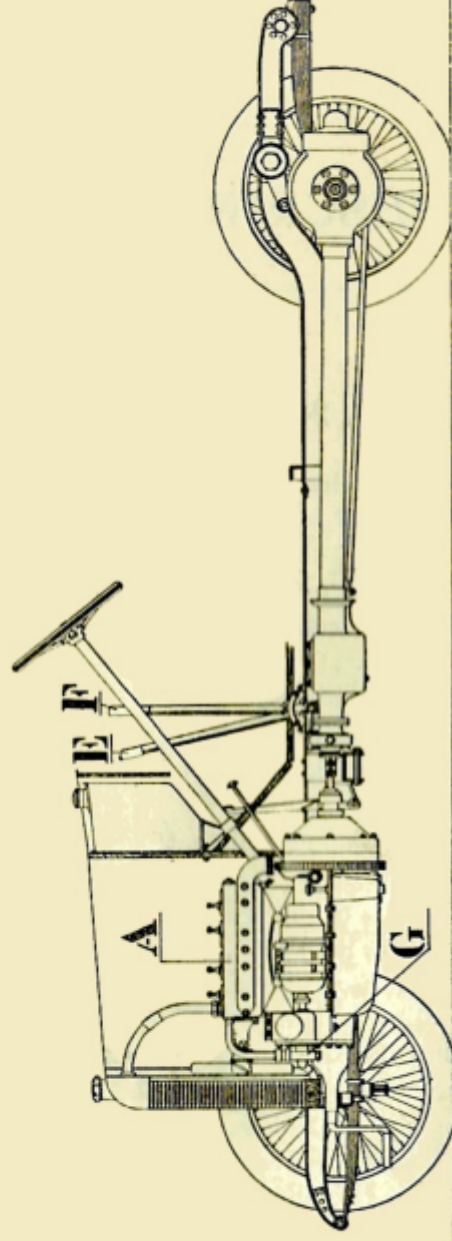

Fig. 1
Châssis (fig. 1 et 2).
Les trois tiges (D¹, D², D³) sont commandées par un même levier (E) (fig. 1) que l'on met en prise avec l'une ou l'autre en le déplaçant latéralement dans son secteur.
1°. Sur chaque roue AR est monté un frein à ruban intérieur agissant sur une poulie (E). Ces freins sont commandés par le levier de manœuvre (F) (fig. 1) agissant sur les clés (N). Les poulies (E) sont fixées sur les moyeux des roues.